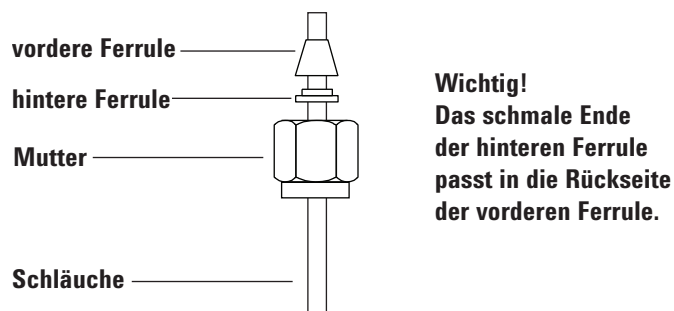

Abbildung 20. Swagelok-Muttern und Ferrulen
- 1 Bringen Sie Swagelok-Mutter, hintere und vordere Ferrule wie in **Abbildung 20** gezeigt auf der Leitung an.